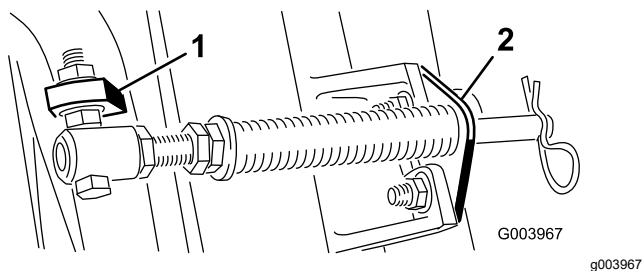

Figura 5
4. Monte o suporte da barra nos separadores da unidade de corte com os parafusos e porcas da carroçaria (Figura 5).